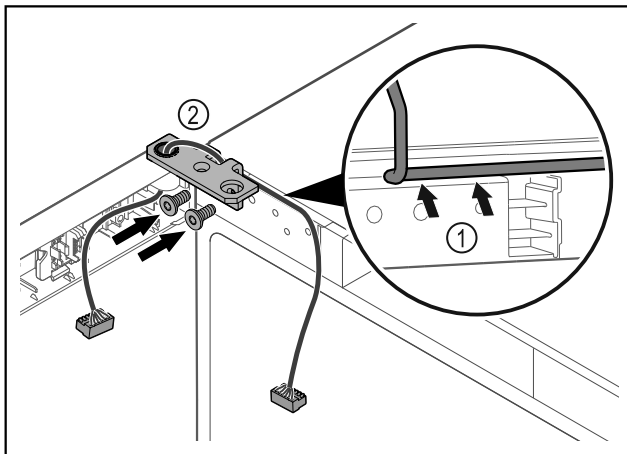

Fig. 40
- Faire passer le câble avec précaution par le trou de l'équerre de charnière Fig. 40 (1).
- Visser l'équerre de charnière Fig. 40 (2).